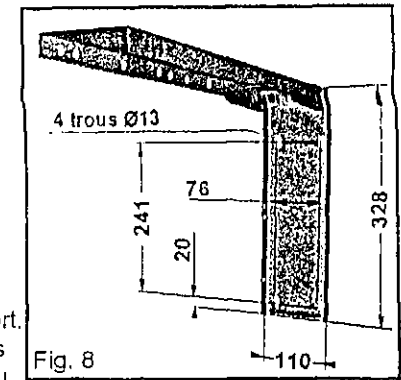

Fig. 8
- Utiliser l'équerre articulée ( Fig. 8 ) pour le pointage des trous de fixation.
La Fig. 8 donne les cotes d'encombrement et de perçage ( en mm ) pour la fixation de l'équerre articulée.